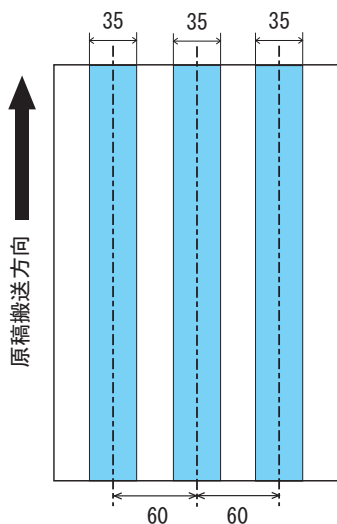

図1
- 原稿の中央、左側、右側の 35 mm (1.4 インチ) の領域には、穴あけをしてはいけません。(図 1 参照)
- 原稿の中央、左側、右側の 35 mm (1.4 インチ) の領域には、のりなどで他の原稿を貼り付けてはいけません。(図 1 参照)
- 図 1 の領域は、Software Operation Panel を使って変更することができます。詳しくは、「8.4 マルチフィード検出の設定」（188 ページ）を参照してください。